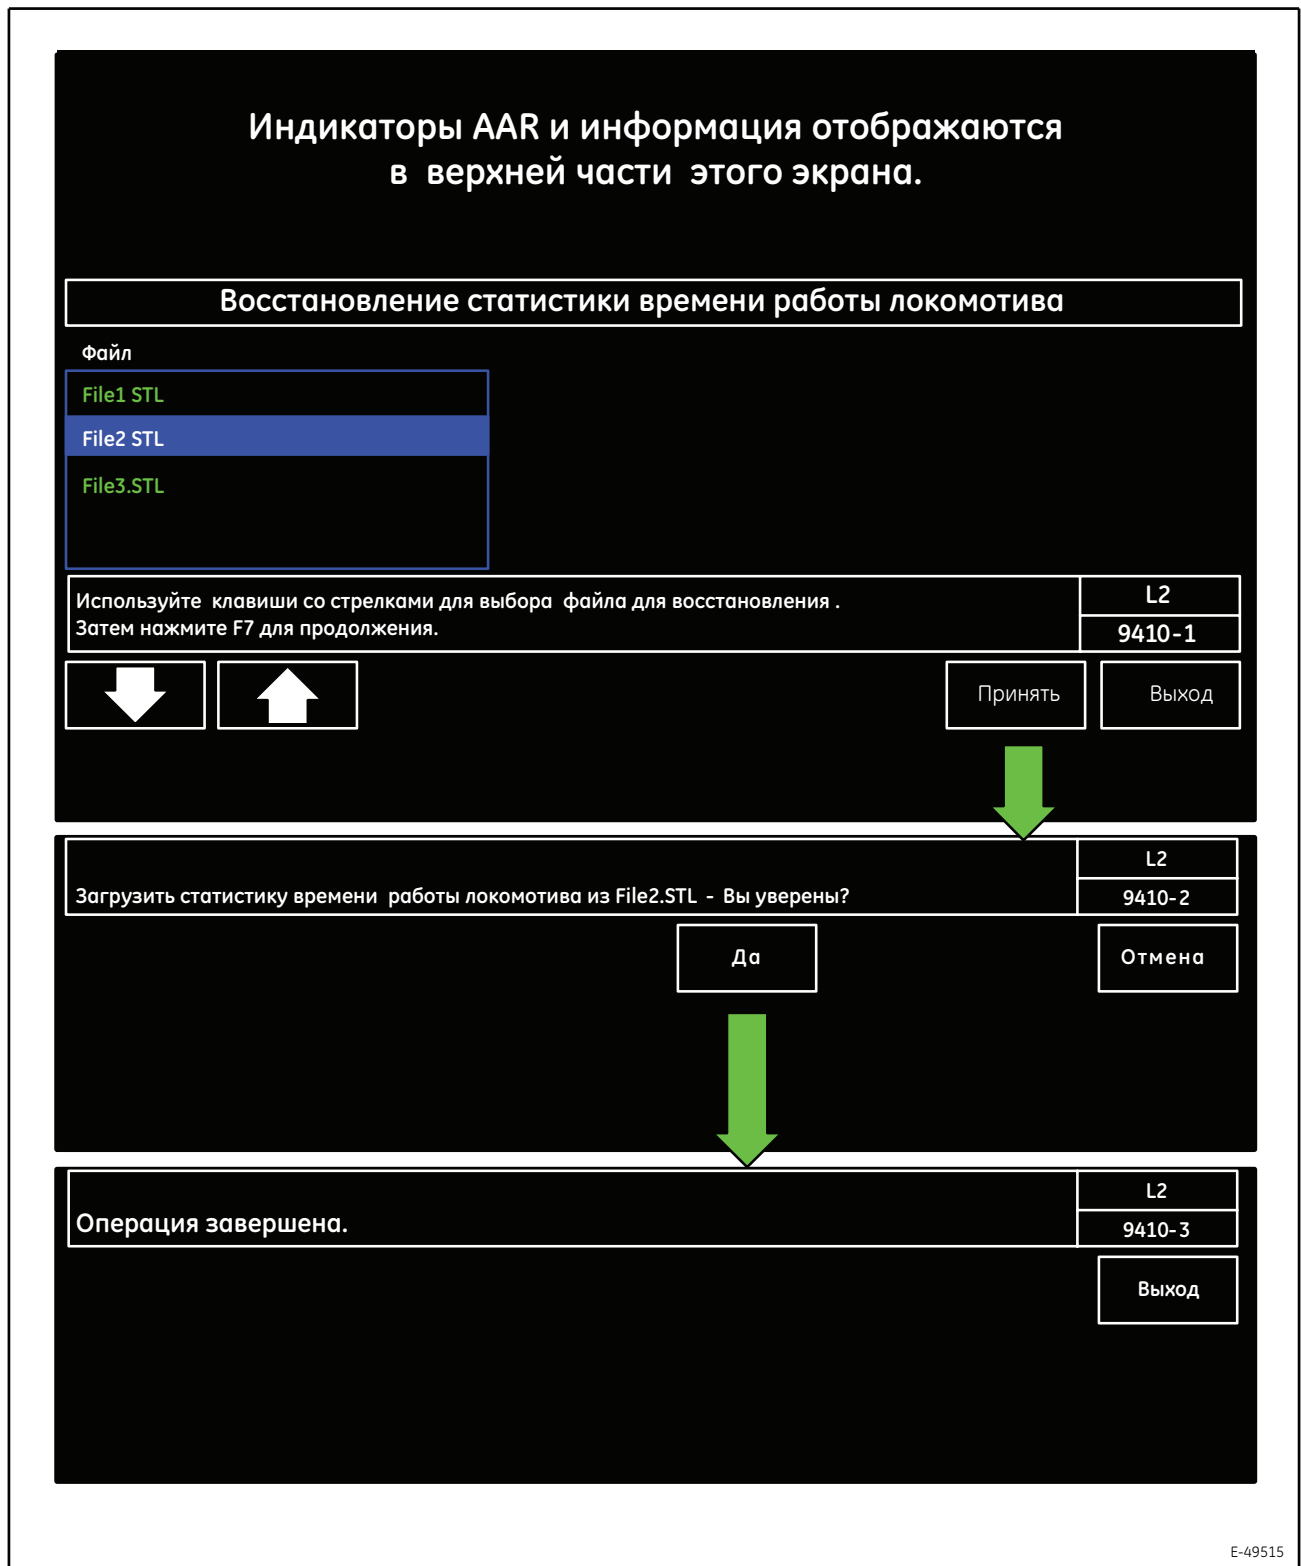

Рисунок 63. Типовой экран процесса восстановления статистики срока службы локомотива
Экран процесса восстановления статистики срока службы локомотива (9410-1, Рисунок 63), состояние выбора:
3. Сенсорная клавиша F7 (**Accept**) (Принять) - инициирует переход к процессу восстановления статистики срока службы локомотива (9410-2, Рисунок 63), состояние подтверждения.
Экран процесса восстановления статистики срока службы локомотива (9410-2, Рисунок 63), состояние подтверждения:
Экран процесса восстановления статистики срока службы локомотива (9410-3, Рисунок 63), окончательное состояние: